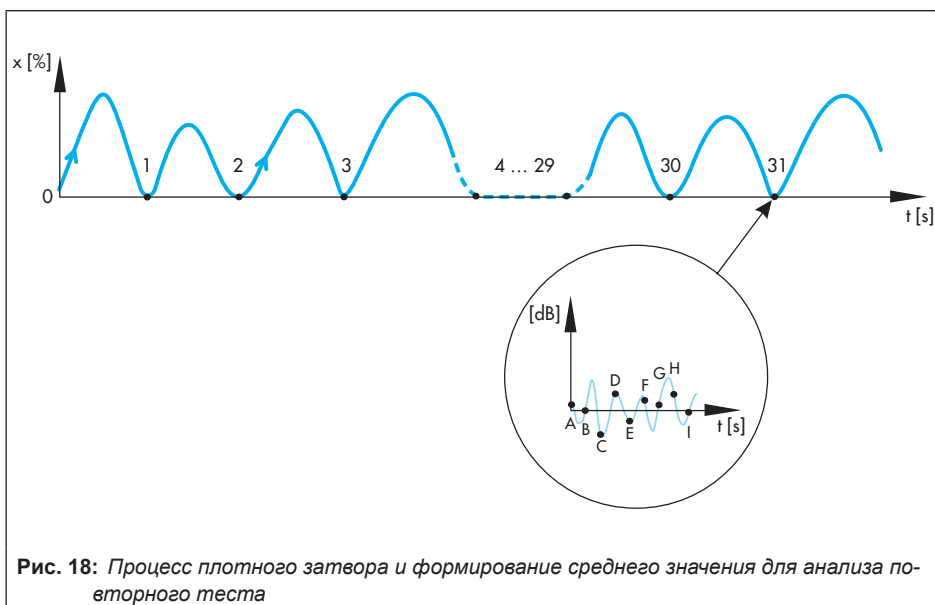

Рис. 18: Процесс плотного затвора и формирование среднего значения для анализа повторного теста
- **среднее значение текущего/последнего плотного затвора:** для контроля используется среднее значение текущего уровня и четырёх последних уровней текущего процесса плотного закрытия (рис. 18: процесс плотного закрытия 31 и уровень сигнала от Е до I).
значение всех уровней сигнала из текущего процесса плотного закрытия (рис. 18: процесс плотного закрытия 31 и уровень сигнала А ... I).
- **Скользящее среднее значение из гистограммы кратковременного мониторинга:** для контроля используется среднее значение от 30 последних уровней кратковременного мониторинга (см. ► раздел 6.2) (рис.18: процессы плотного затвора от 2 до 31 со всеми сигналами).
- **Скользящее среднее значение из гистограммы долговременного мониторинга:** для контроля используется среднее значение от всех уровней сигнала долговременного мониторинга (см. ► раздел 6.3) (рис.18: процессы плотного затвора от 1 до 31 со всеми сигналами).